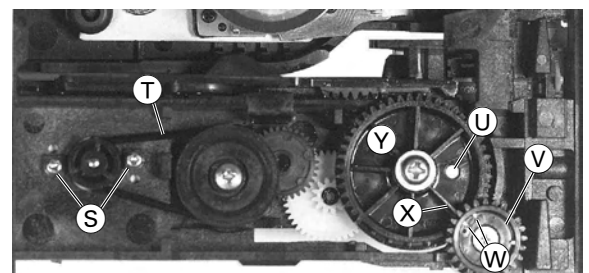

Fig. 10
- Zahnrad **ⓓ** (Fig. 10) bis Anschlag im Uhrzeigersinn drehen.
- Zahnrad **ⓔ** (Fig. 10) entgegen dem Uhrzeigersinn drehen bis das Loch **ⓕ** des Zahnrades dem Loch des Chassis gegenüber steht. Des Weiteren muss zwischen den beiden Markierungen **ⓖ** des Zahnrades **ⓗ** der schmale Steg **ⓓ** des Zahnrades **ⓓ** gegenüber stehen.
- Riemen **Ⓣ** (Fig. 10) abnehmen.
- 2 Schrauben **Ⓢ** (Fig. 10) herausdrehen und Lademotor herausnehmen.
- Turn the toothed wheel **ⓓ** (Fig. 10) clockwise to its end stop.
- Turn the toothed wheel **ⓔ** (Fig. 10) counterclockwise until the hole **ⓕ** of the toothed wheel faces the hole in the chassis. Furthermore, the narrow ridge **ⓓ** of the toothed wheel **ⓓ** must be located between the two marks **ⓖ** on the toothed wheel **ⓗ**.
- Remove the belt **Ⓣ** (Fig. 10).
- Undo the 2 screws **Ⓢ** (Fig. 10) then remove the loading motor.